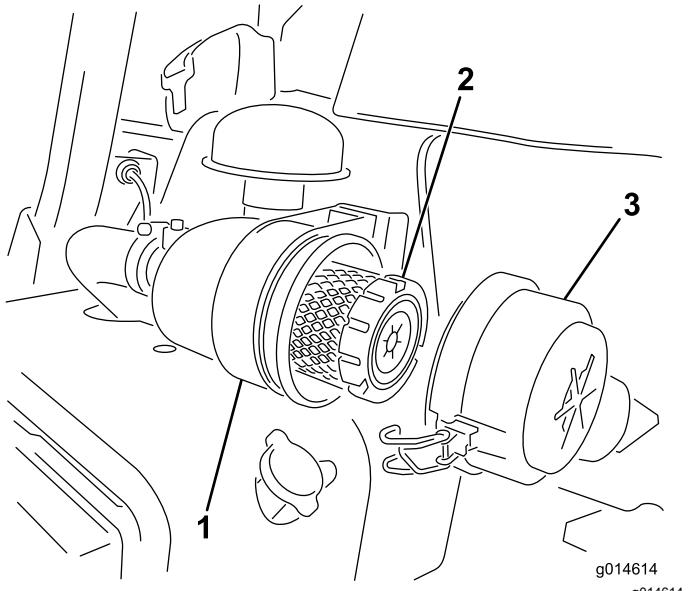

Bild 44
1. Lösen Sie die Riegel, mit denen die Abdeckung an der Luftfilterabdeckung befestigt ist (Bild 44).
6. Befestigen Sie die Laschen (Bild 44).